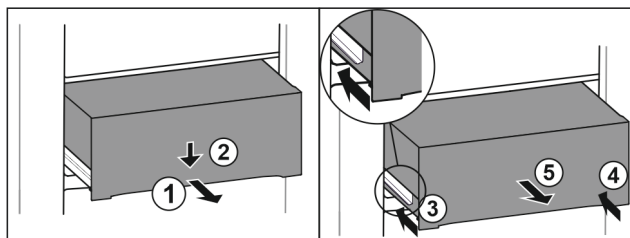

Fig. 70
- ▶ Træk skuffen halvt ud. Fig. 70 (1)
- ▶ Tryk skuffen ned på forsiden. Fig. 70 (2)
- ▶ Skub venstre skinne ca. 2 cm ind. Fig. 70 (3)
- ▶ Skub højre skinne ca. 2 cm ind. Fig. 70 (4)
- ▶ Tag skuffen ud fremefter. Fig. 70 (5)